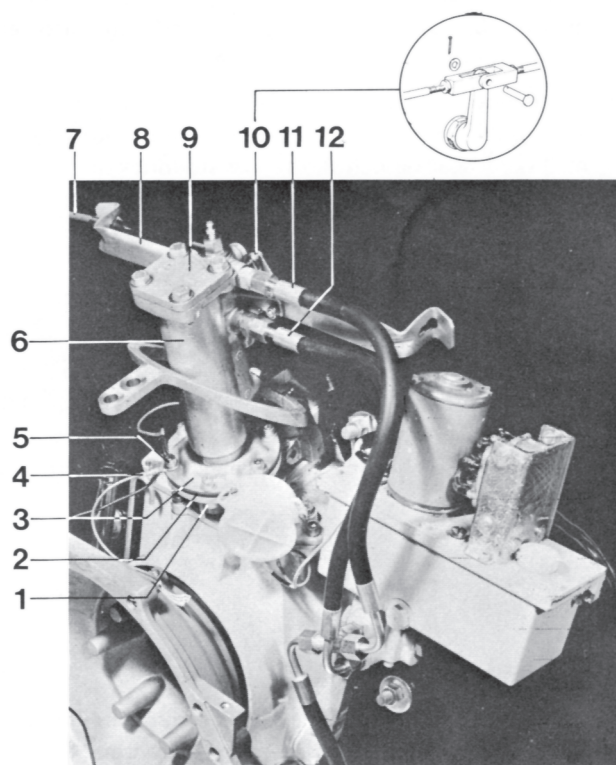
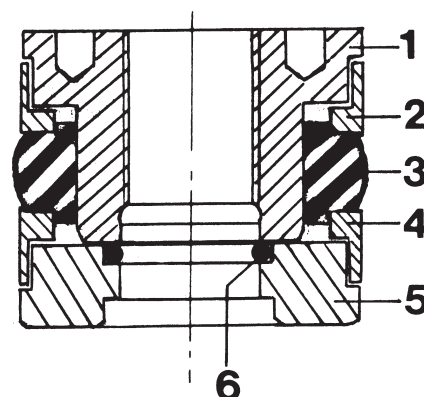
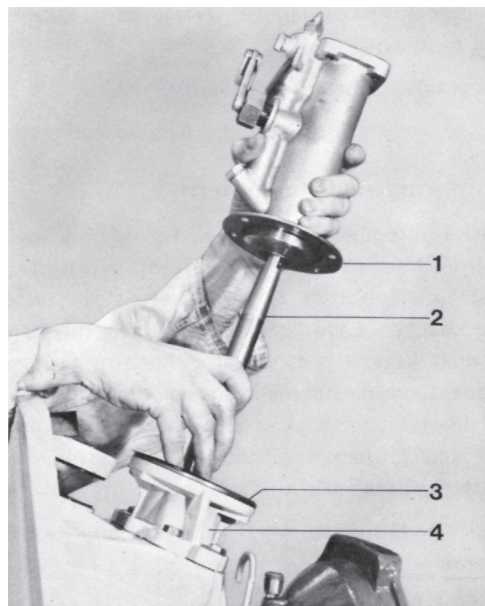

Fig. 34. Demontering av lyftcylinder
Fig. 36. Kolv
Fig. 43. Montering av lyftcyllinder
1. Lossa hydraulslangarna (11 och 12 fig. 34) och märk dessa med tape el. dyliskt. Sätt på plastpluggar som skydd.
2. Demontera manöverkablarna från manöverventilens hävarm (10) och kabelfästet (8) från lyftcylindern (6).
**OBS!** Med båten i sjön skall reglagekabel med hölje (7) bindas upp ovan vattenlinjen för undvikande av vattenintrång.
3. Lossa jordkablarna från lyftcylinderns fästplatta (4).
7. Demontera cylinderhuset från mellanstycket genom att skruva loss de sex insexskruvarna (5 fig. 34).
**OBS!** Packningarna mellan fästplattan (3), stödplattan (2) och mellanstycket (1). Packningarna mellan fäst- och stödplatta tjänstgör även som shims för cylinderhusets stödbussning.
**OBS!** O-ringen (6, fig. 36) i kolvens underdel blir skadad vid demonteringen och skall ersättas med en ny vid slutmonteringen. Vänd därefter cylinderhuset och knacka ur kolvdelarna med en mässingdorn. Kolven består av överdel (1 stål), övre stödring (2 plast), tätningsring (3 gummi) undre stödring (4 plast) samt kolvens underdel (5, stål) och O-ring (6).
9. För att skydda cylinderns inre tätningar skall äntringsdorn 884423 anbringas över gängorna på lyftgaffelns topp (2 fig. 43). Montera lyftcyllindern försiktigt på lyftgaffeln med manöverventilen riktad akterut.
10. Drag fast fästplattan (1) och stödplattan (3) i mellanstycket (4) med de sex skruvarna. Kontrollera cylinderhusets rörlighet. Cylinderhuset skall gå att vrida utan att något glapp mellan metallstödet och stödplattan uppstår. Konstateras att cylinderhuset går att vrida endast med svårighet skall detta justeras genom att lägga ytterligare packning mellan stödplattan (3) och fästplattan (1). Stryk tätningsmedel på packningens båda sidor.
**OBS!** För att tätningarna ej skall skadas vid demonteringen bör äntringsdornen sitta kvar som skydd över gängorna. Vid slutmontering skall jordkablarna anslutas till en av fästskruvarna, (se 4 fig. 34).
15. Montera kabelfästet (8, fig. 34) på lyftcylindern.
**OBS!** Kontrollera noggrant att inga föroreningar kommer in i hydraulsystemet under monteringen. För rätt placering av hydraulslangarna, se fig. 34.